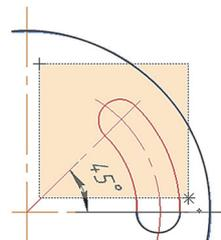

Рис. 2.14-3
2. Выделить рамкой верхнюю часть паза, как показано на рис. 2.14-3.